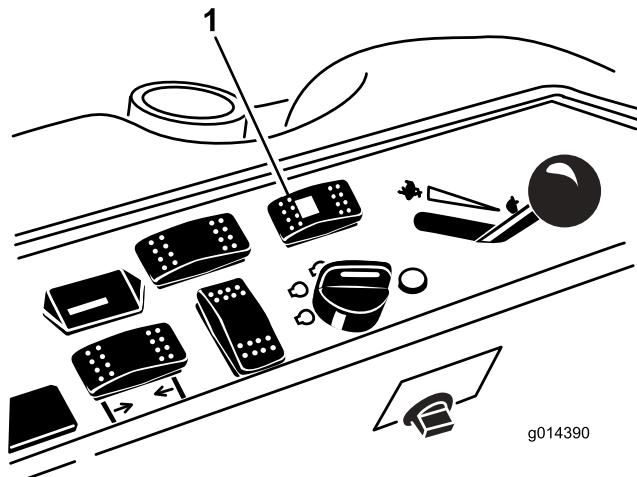

図 52
- 切り替えスイッチ（図 52）の後側を押す（4輪操舵にセット）。